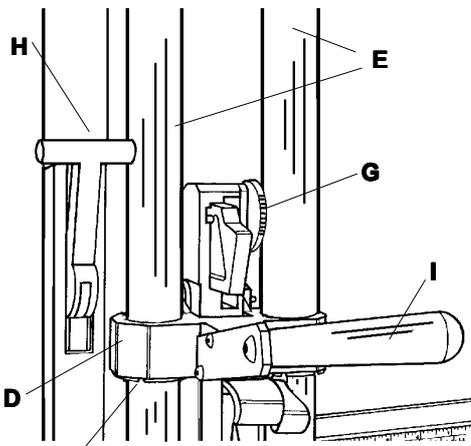

Figure 5
The **CUTTING HEAD (D)**, Figure 5, slides on two polished chrome plated steel **SHAFTS (E)** with 3 low friction **BUSHINGS (F)** for smooth operation. Each **PILLAR POST** can be placed in its slot and locked with the **SPEED SCREW (G)**.
Der **Schneidekopf (D) (Abbildung 5)** gleitet auf zwei **verchromten Stahlrohren (E)**. Drei fast abriebfreie **Buchsen (F)** sorgen für einen gleichmäßigen Betrieb. Jeder **Halter** kann in seine **Halterung** eingelegt und mit einer **Schnellschraubenschraube (G)** festgehalten werden.
La **TÊTE DE COUPE (D)** Figure 5, glisse sur deux **ARBRES** en acier chromé poli (**E**) avec des **ROULEMENTS (F)** à friction réduite pour obtenir un fonctionnement sans à-coups. Chaque **OUTIL** peut être introduit dans une fente et verrouillé à l'aide d'une **VIS DE SERRAGE**.